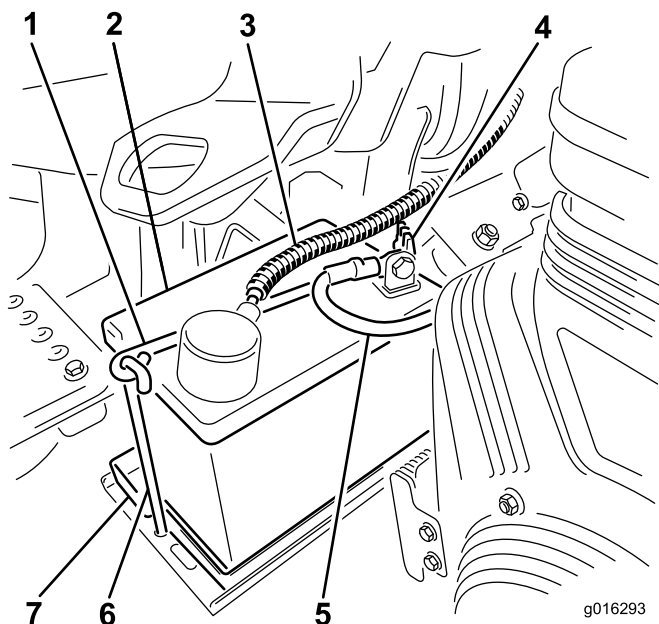

Figure 8
- Placez la batterie sur son support et fixez-la avec la barrette et les fixations retirées précédemment (Figure 8).
8. Raccordez le câble positif (rouge) de la batterie à la borne positive (+) et le câble négatif (noir) à la borne négative (-) et fixez-les en place avec les vis et les écrous (Figure 8). Placez le capuchon protecteur sur la borne positive pour éviter les courts-circuits.